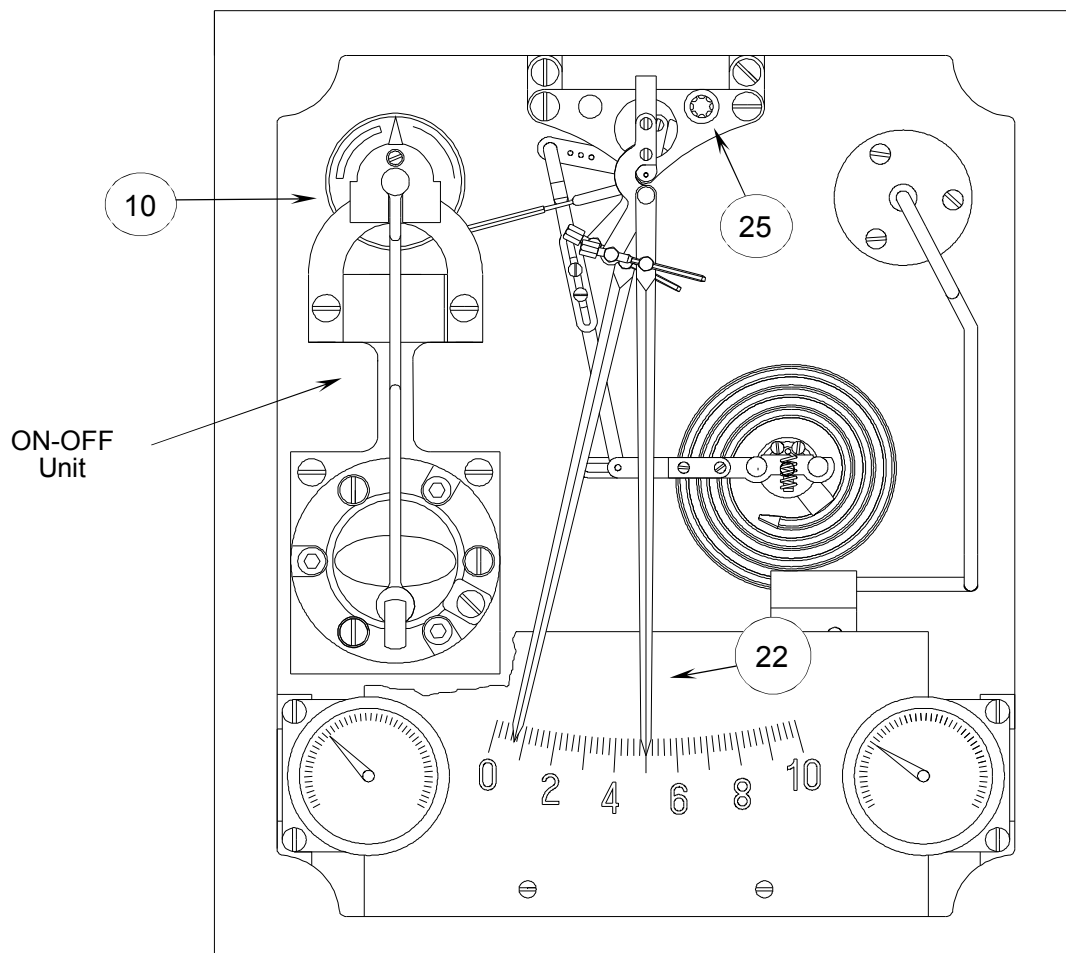

Fig. 3.1.1 "ON/OFF CONTROLLER SERIES 350" (pressure)
3.1. CONTROLLER ON-OFF (Fig. 3.1.1)